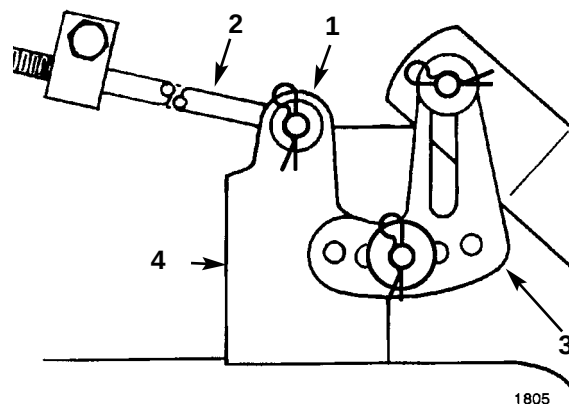

Fig. 50
5. Fjern hårnålesplitten og skiven fra indstillingsbeslaget (fig. 50). Kniven (ene) indstilles ved at placere indstillingsbeslaget i et andet hul og mon-
tere skiven og hårnålesplitten (fig. 50). Et hul foran sænker knivens højde og et hul bagved løfter dens højde. Gentag denne fremgangsmåde i den modsatte side.